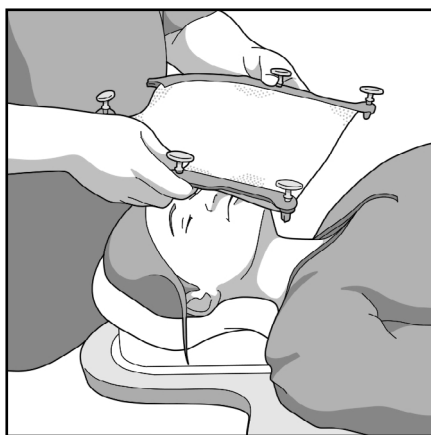

Fig. 4
1. Placera masken över patienten och rikta in S-Frame-stiften mot infästningshålen på inlägget (Fig. 4).